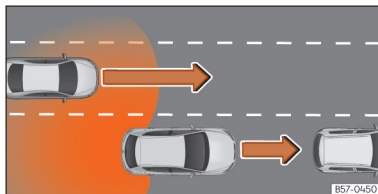

Fig. 149 Depășire cu trafic în spatele autovehiculului.
- Dacă autovehiculul este depășit de un altul » » **fig. 149**.